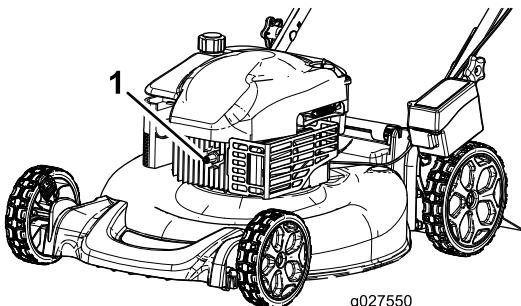

Bild 21
2. Ziehen Sie das Zündkabel von der Zündkerze (Bild 21) ab, bevor Sie Wartungsarbeiten ausführen.